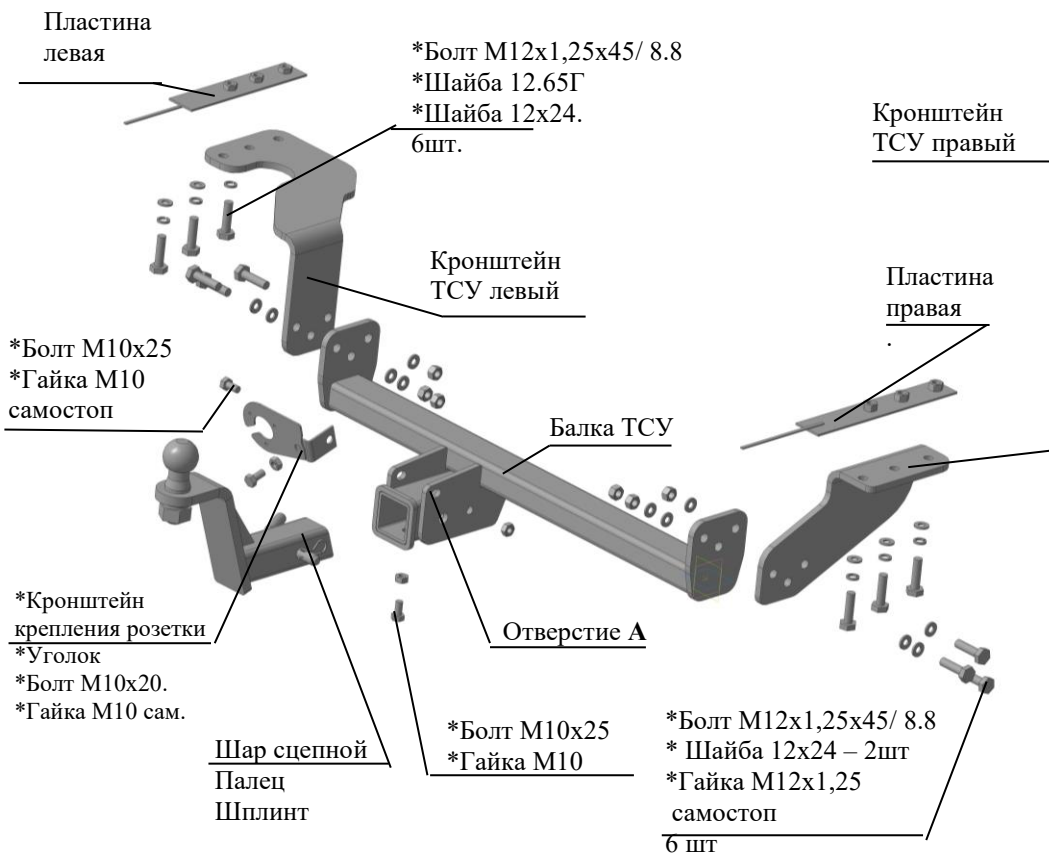

Рис.1 Тягово-сцепное устройство 7714
2.1 ТСУ 7714 в сборе (рис.1)	1 шт.
2.2 Пакет с комплектующими (см. рис.1)	1 шт.